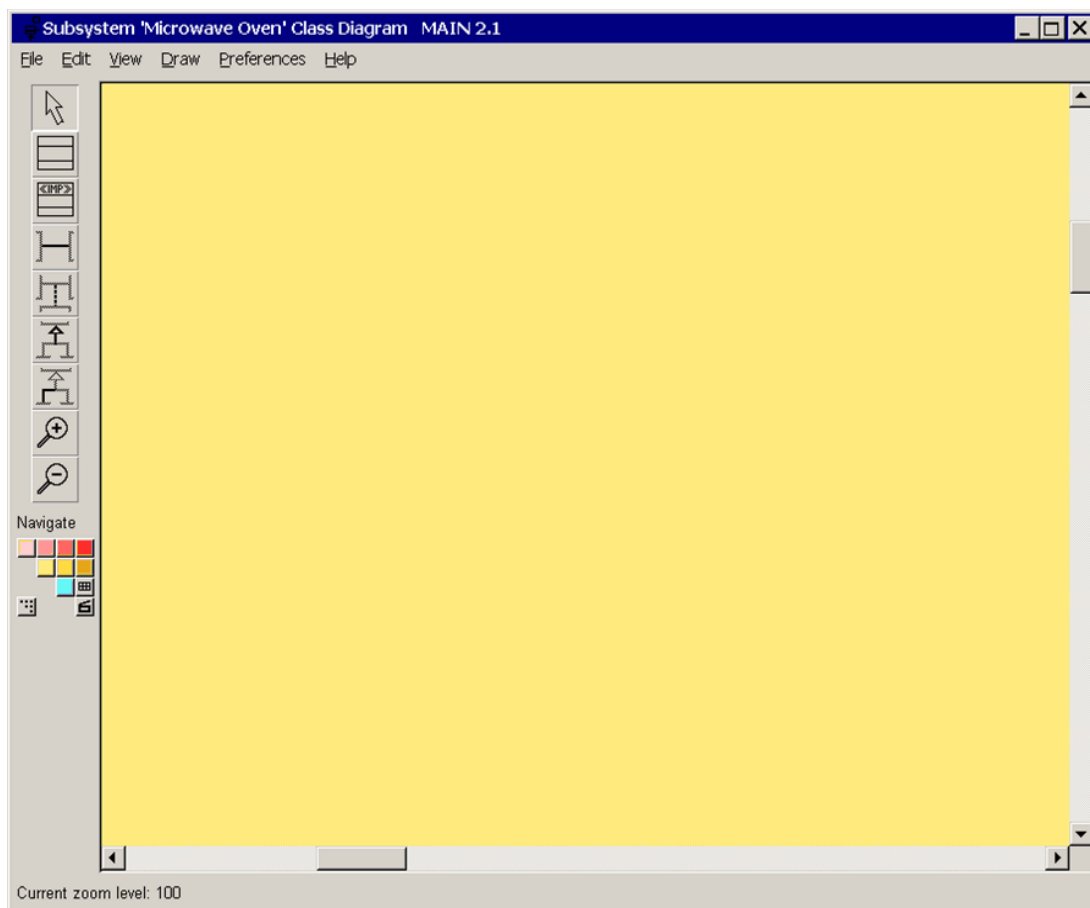

図 5-8: 空のクラス図
- ☐ [CD] ボタンをクリックし、[Show] を選択して、Microwave Oven サブシステムのクラス図を開きます。空のクラス図が表示されます (図 5-8)。